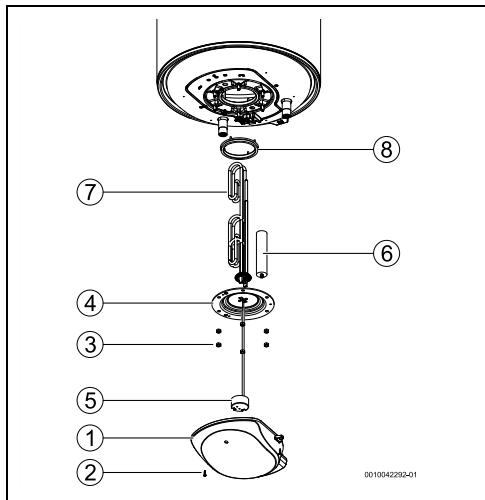

Fig. 11
- Ajustar el termostato a la temperatura máxima, girar el controlador de temperatura hacia la izquierda hasta que se detenga (→ fig. 11).